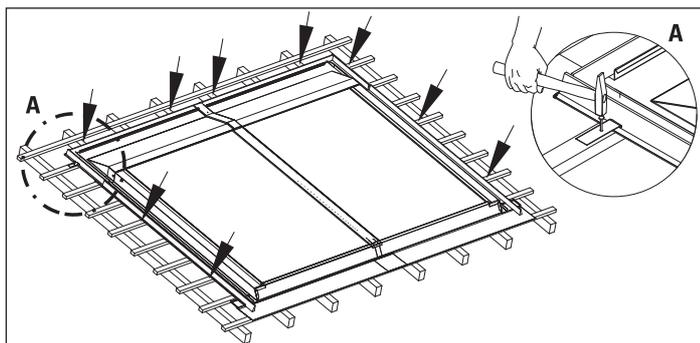

Fig. 3-54 Fase di lavoro 12
12. Fissare i lati esterni della lamiera di copertura superiore e delle parti laterali tramite due o tre ganci (inclusi nella fornitura) alla listellatura (fig. 3-54).